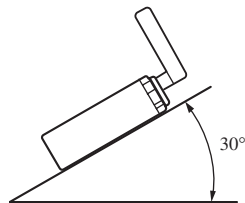

Fig. 6
- Si el ángulo de la instalación excede los 30° del lado horizontal, la unidad podría no brindar su óptimo funcionamiento. (Fig. 6)